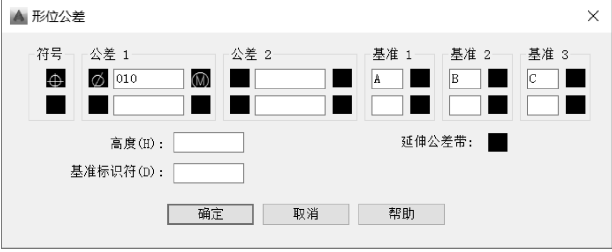

图 9-64 “形位公差”对话框设置示例 3
3) 输入命令后, 打开“形位公差”对话框, 按如图 9-64 所示填写, 结果如图 9-61c 所示。